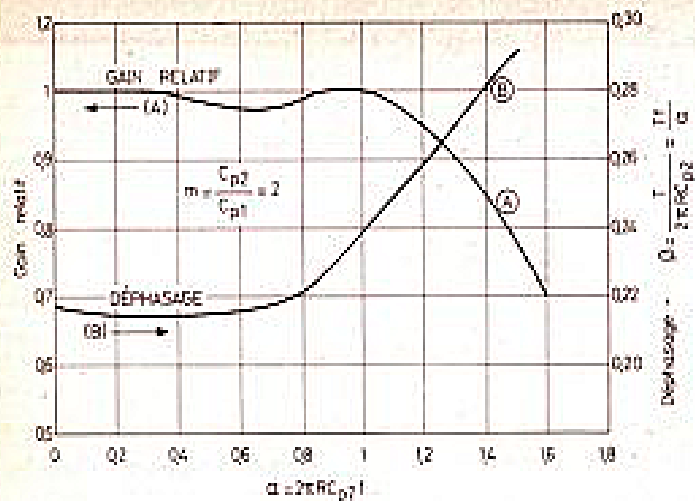

Fig. 9
Voici à la figure 9 la courbe de gain relatif et de déphasage pour  $m = 2$ , avec  $a = 1$ .
En premier lieu, on sait qu'elle aura exactement la même forme que la courbe générale (A) de la figure 9. A la place du gain relatif, on devra inscrire en ordonnées, le gain réel. Mesurons-le à  $f = 100$  Hz, donc dans le médium. Supposons que l'on trouve un gain de 10 fois. Il en résulte que les ordonnées seront 6, 7, 8, 9, 10, 11, 12, au lieu de 0,6 0,7... 1, 2.
Dans le cas de la figure 9 le déphasage se déduira de :